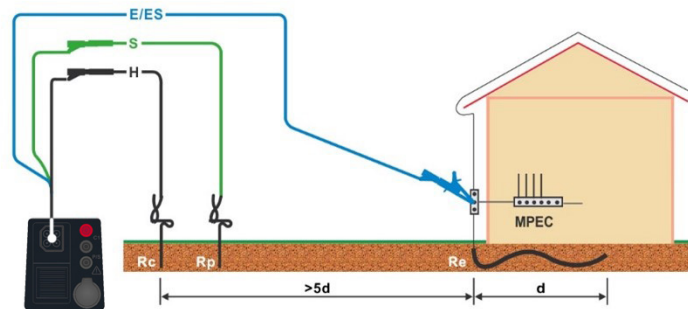

Abbildung 7.47: Erdungswiderstand, Messung der Haupterdung mit optionalem Erdungsset (044113)
- › Schließen Sie die 3-Leiter-Prüfleitung am Prüfobjekt an, siehe **Abbildung 7.47** und **Abbildung 7.48.**